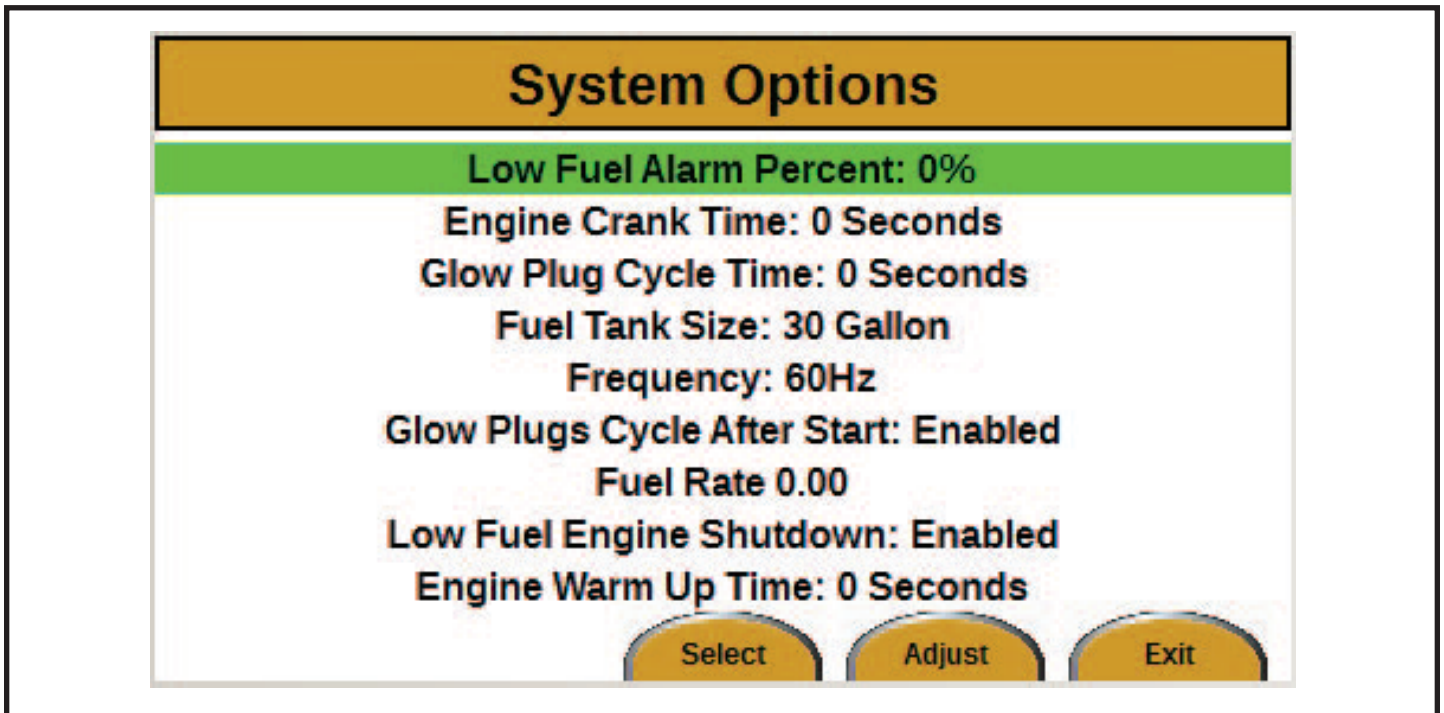

Figure 16
5. Appuyer sur le bouton Enter (Entrer). L'écran System Options (Options du système) apparaîtra (see Figure 16).